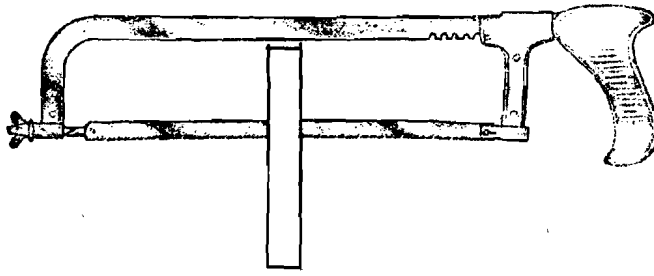
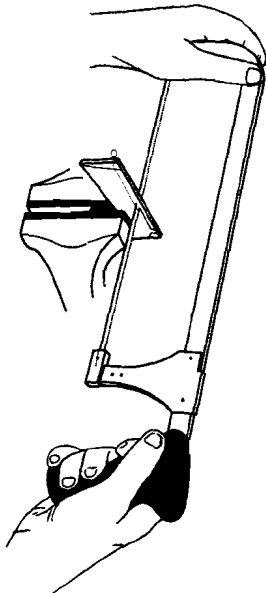

Fig. 7-11
Fig. 7-12
4.4. Aserrado de O.—Serrar *O* (ver fig. 7.12) hasta que el arco se aproxime a la parte superior de la pieza (fig. 7.11).
4.5. Cambio de posición.—Colocar la hoja en un plano perpendicular al del arco y terminar el aserrado de *O*. (fig. 7.12).